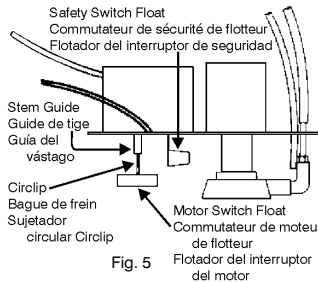

Fig. 5
3. Test motor switch by raising motor switch float with finger (Fig. 5). Motor should turn on just before circclip on stem contacts stem guide.
3. Tester le commutateur de moteur en levant le commutateur de moteur du flotteur avec le doigt (Fig. 5). Le moteur doit se mettre en marche juste avant que le ressort de la tige ne touche à tige de guidage.